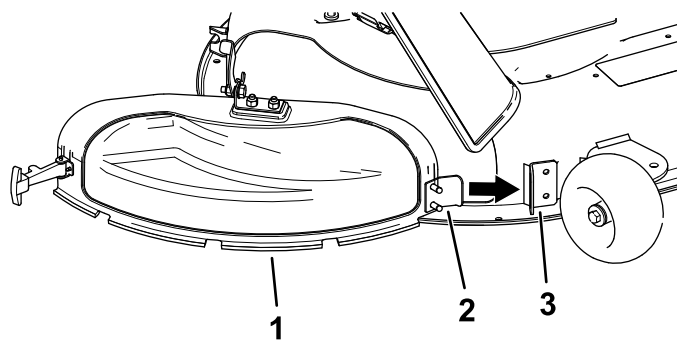

Figura 13
3. Oriente a patilha de metal na cobertura de descarga para a ranhura no suporte soltado à plataforma do cortador (Figura 13).